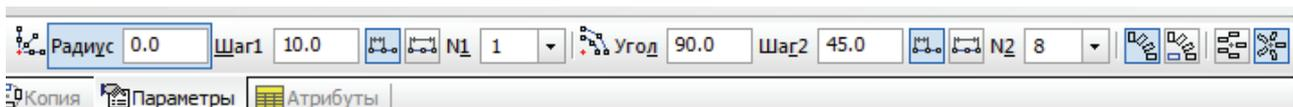

Рис. 2.4
- Измените параметры концентрической сетки, по которой нужно выполнить копирование. Для этого активизируйте вкладку **Параметры** на **Панели свойств** и введите следующие значения: **Радиус = 0**, **Шаг1 = 10**, **N1 = 1**, **Угол = 90**, **Шаг2 = 45**, **N2 = 8** (рис. 2.4).
- Активизируйте переключатель  Доворачивать копии до радиального направления в группе Ориентация копий. Остальные кнопки настроить как на рис. 2.4.